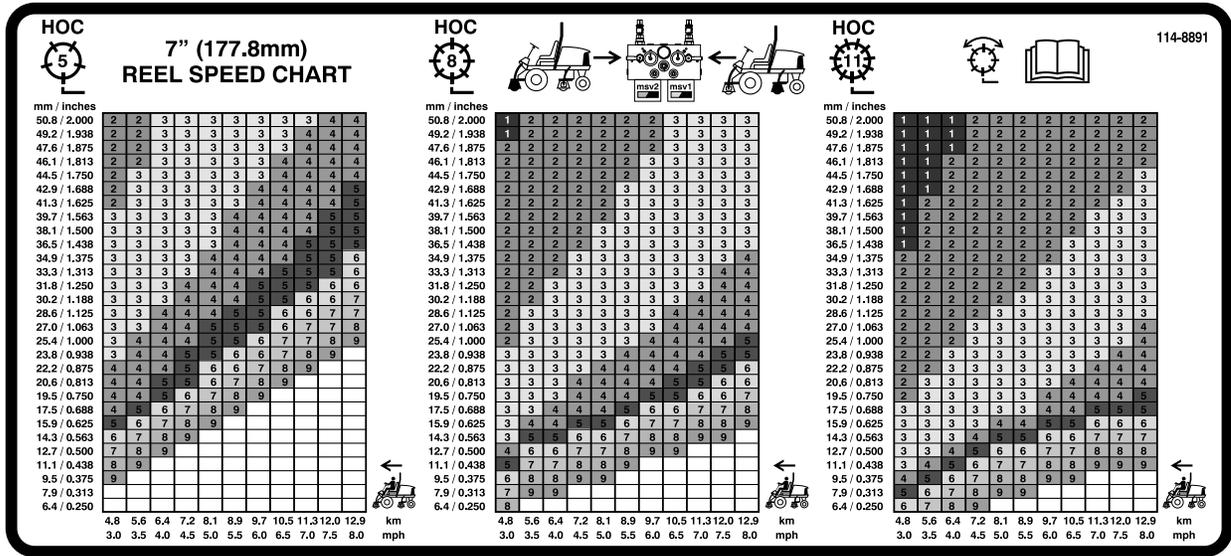
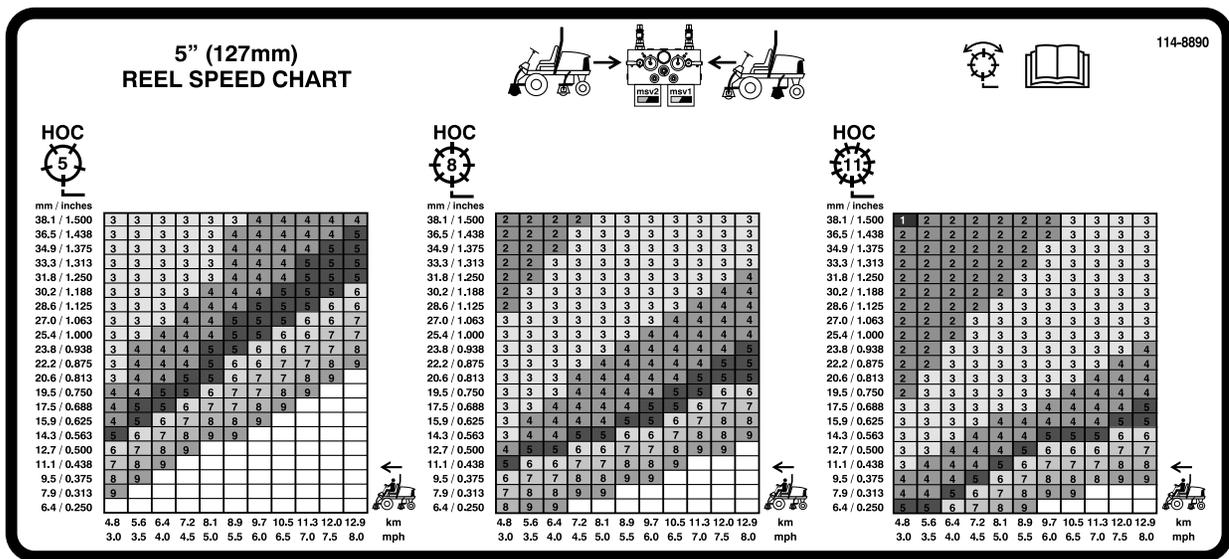

Figure 41
Figure 42
3. Utilisez le graphique approprié sur l'autocollant 110-0996 (Figure 41) pour le Reelmaster 5510 & 5610 avec plateaux de coupe à cylindre de 17,8 cm, ou l'autocollant 110-8923 (Figure 42) pour le Reelmaster 5210 & 5410 avec plateaux à cylindre de 12,7 cm, afin de déterminer le réglage de vitesse correct des cylindres.